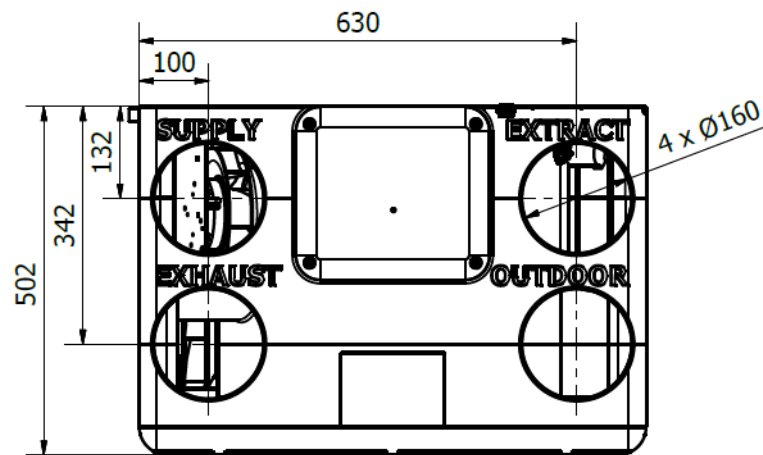

Abb. 20 - Abmessungen der Wandbefestigungslöcher
- Normalerweise werden die Kanäle direkt an $\text{Ø}160$ -Anschlüsse angeschlossen (Abb. 20) Trotz des sehr niedrigen Schalleistungspegels der HRU-PremAIR ist es in einigen Fällen ratsam, zusätzliche Schalldämpfer (auf der Zu- und Abluftseite) zu installieren, um einen hohen akustischen Komfort zu gewährleisten. Beschreibung der Anschlüsse